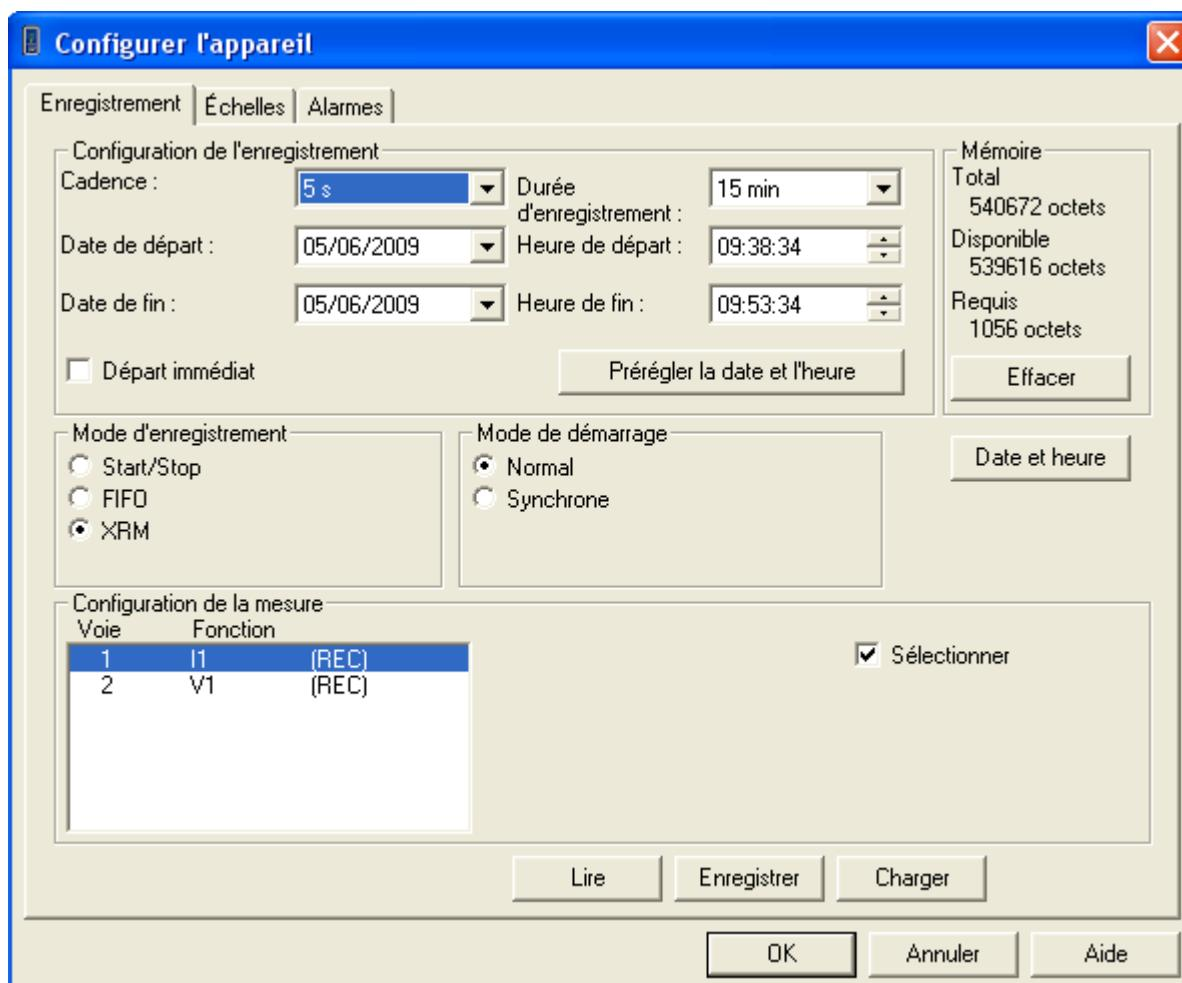

Figure 2-3
2. Sélectionnez ensuite la ligne Configuration à partir du menu Appareil. Une fenêtre de dialogue de configuration, identique à celle représentée ci-dessous (figure 2-3) s'ouvre alors.
La figure 2-3 représente la première page (Enregistrement) et vous permet de définir les paramètres suivants :